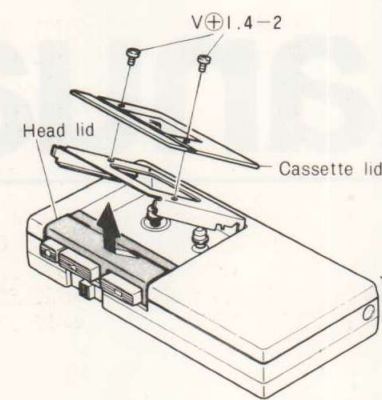

Fig. 1
1) Remove 2 screws. (See Figure 1).
1) Pull down the head lid as illustrated by arrow. (See Figure 1).
1) Twee schroeven losdraaien (zie Fig. 1).
1) Het kopdeksel naar beneden drukken zoals door de pijl aangegeven (zie Fig. 1).
1) Dévisser les deux vis (voir Fig. 1).
1) Agir sur le couvercle comme indiqué par la flèche en Fig. 1.
1) Togliere le 2 viti (vedere Fig. 1).
1) Tirare verso il basso il copri testina come illustrato dalla freccia (vedere Fig. 1).